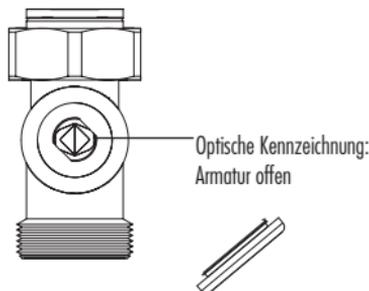

Bild 1: Armatur Durchgangsform offen
2. Öffnen bzw. schließen Sie die Armatur wie auf Bild 1 und 2 bzw. Bild 3 und 4 angegeben.